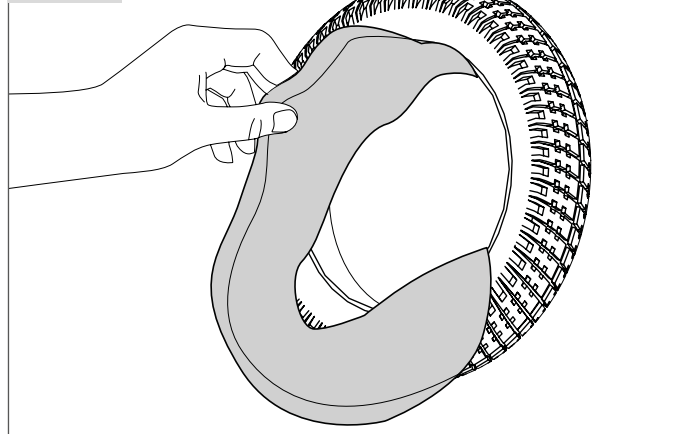

Fig. 8.9
- Sørg for at alle deler er rene før de monteres på nytt (Fig. 8.9).